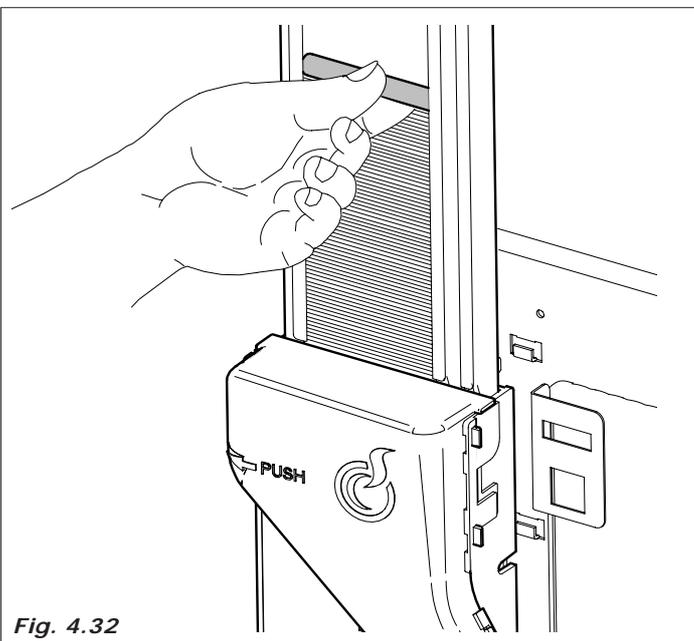

Fig. 4.32
- al completar la carga, colocar de nuevo el peso metálico (Fig.4.32).